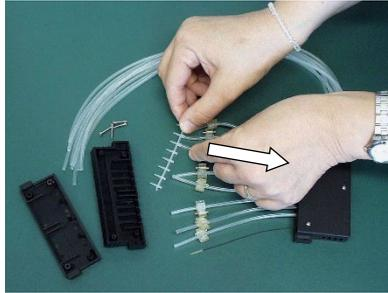

Figura 5–32. Retirada de la antigua tira de puntas
4. Coloque la tira nueva (Figura 5–33). Las puntas de la tira deben estar limpias para funcionar correctamente (Figura 5–34).